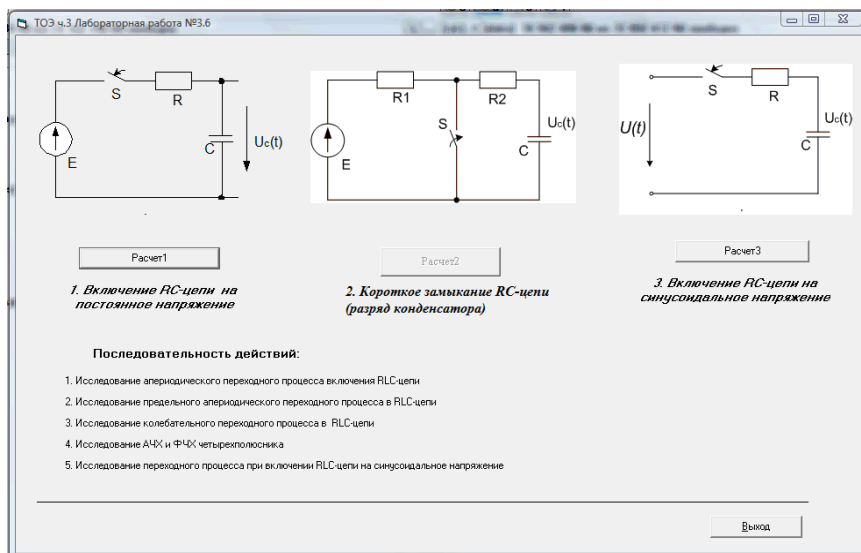

Рисунок 1– Окно выбора схем
2.4. Нажать кнопку «Расчет1» (рисунок 1) и в появившихся полях для ввода данных (рисунок ) задать напряжение источника и параметров цепи (указывается преподавателем).